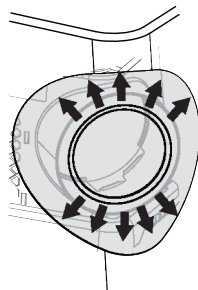

Figura 15
7. Estire la abertura de la cubierta de malla para sellar los bordes de ventilación de la bolsa, como se ilustra en la Figura 15.